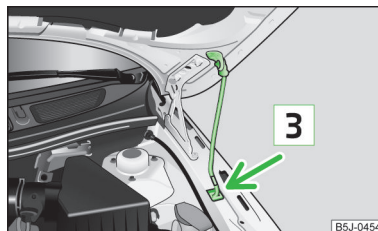

Fig. 124
- Luați tija de susținere din locașul ei și asigurați capota deschisă a motorului, introducând capătul tijei în orificiul prevăzut **3** » fig. 124.